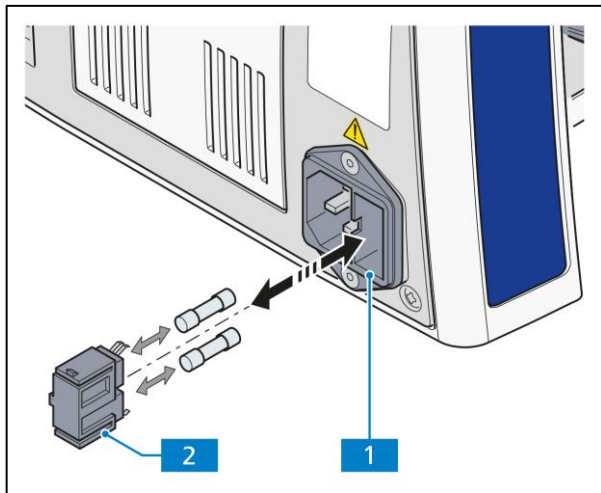

Abb. 5-1 Sicherungen im Stativ wechseln
- Sicherungshalter (Abb. 5-1/2) nach vorn herausziehen. Dazu ggf. einen kleinen Schraubendreher verwenden.
- Sicherungshalter bis zum Anschlag in das Sicherungsfach (Abb. 5-1/1) einschieben.